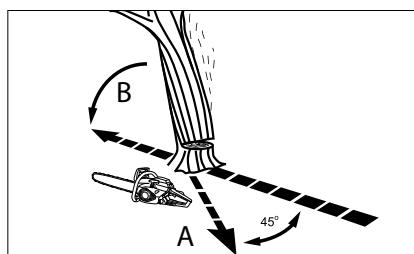

Fig. 14
La ruta de escape debe estar en la dirección opuesta a la caída prevista del árbol (B) (fig. 14).